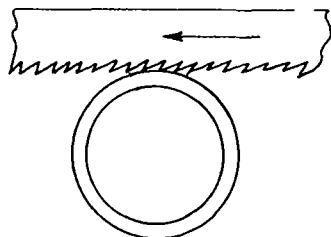

FIG. 3
- 1 — Deve-se iniciar o corte colocando-se a lâmina junto ao traço, ligeiramente inclinada para se evitar a quebra dos dentes (fig. 3).